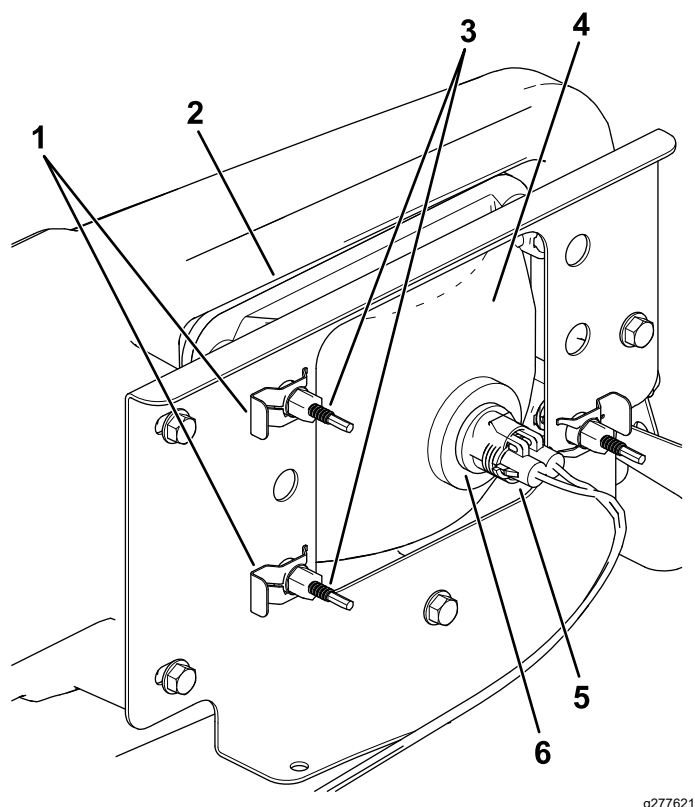

Figura 41
3. Scollegate il connettore elettrico del cablaggio dal connettore del gruppo luci (Figura 41).
4. Togliete i fermagli che tengono bloccato il faro anteriore sulla relativa staffa (Figura 41).
5. Rimuovete il gruppo faro anteriore spostandolo in avanti attraverso l'apertura nel paraurti anteriore (Figura 41).
6. Montate il nuovo faro anteriore attraverso l'apertura nel paraurti (Figura 41).
8. Collegate il connettore elettrico del cablaggio al connettore del nuovo gruppo luci (Figura 41).
5. Sul retro del gruppo faro, ruotate le viti di regolazione (Figura 41) per ruotare il gruppo faro e allineare la posizione di getto del fascio.